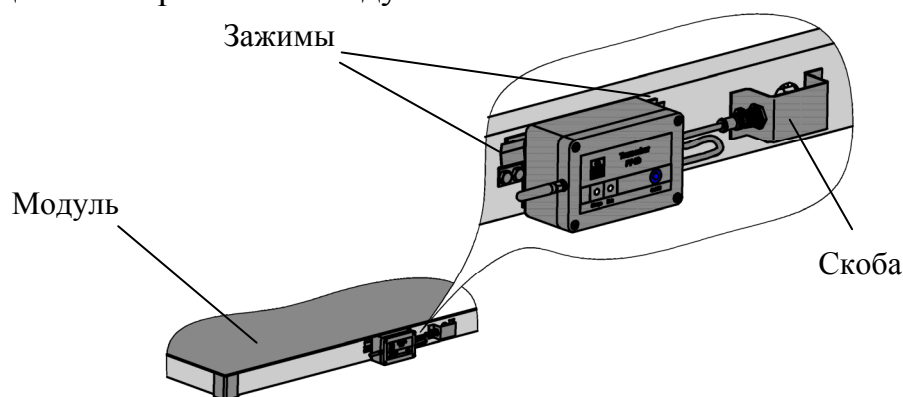

Рис. 4.3 - Установка приемопередатчика на внешнем контуре модуля
4.1.4.2 Ввернуть антенну в корпус приемопередатчика. Установить приемопередатчик в зажимы на внешнем контуре модуля, как показано на Рис. 4.3, соединив разъем приемопередатчика с разъемом модуля.
- установить приемопередатчик в зажимы, как показано на Рис. 4.3, соединив разъем приемопередатчика с разъемом модуля.